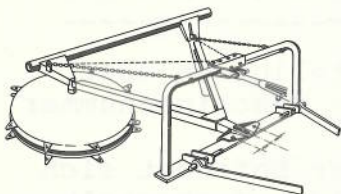

Abb. 6
2. Durch die Konstruktionsart ist es möglich, die Maschine um jeweils 100 mm nach links oder rechts zu versetzen. (Abb. 6)
4. Die Anhängungsart bei schweren Schleppern ist aus der Abb. 6 ersichtlich. Bei leichteren Schleppern kann der Dreipunktbock um 180 Grad gedreht werden. Die Maschine hängt dann 170 mm näher hinter dem Schlepper.